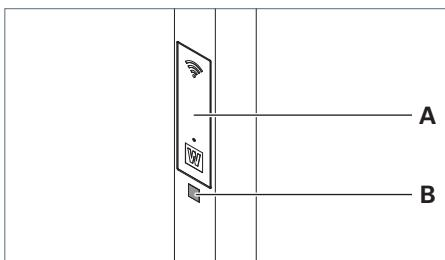

Fig. 30: Scansione del codice QR.
- ▶ Effettuare una scansione del codice QR **B** dell'apparecchio d'illuminazione, posizionato sul tubo verticale sotto allo sportello di manutenzione **A**, vedere Fig. 30.